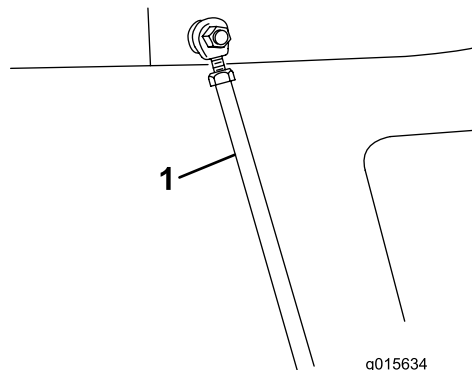

Figura 21
5. Prenda as barras de ligação do depósito de recolha à estrutura com contrapinos tipo grampo (Figura 21).